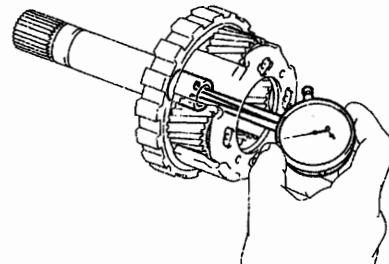

图 12-1-63
②如图 12-1-63 所示，用百分表测量后行星齿轮衬套内径，最大内径为 20.075mm。若内径大于最大值，更换后行星齿轮总成。